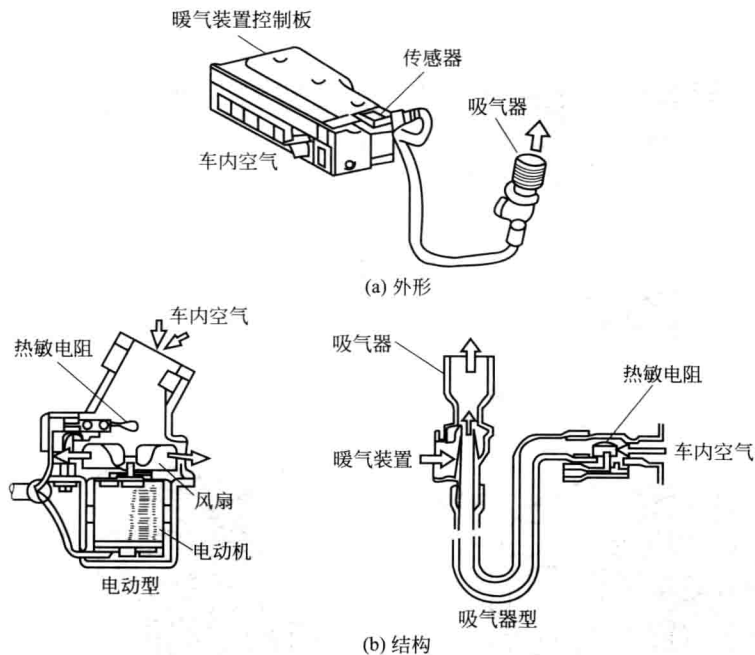

图 1-6 车内气温传感器
① 自动空调系统的功能 汽车自动空调系统不仅能按照乘员的需要送出温度和湿度最适宜的空气，而且可以根据需要自动调节风速、风量，还极大地简化了乘员的操作工作。汽车自动空调系统一般具有下列几种功能。
② 自动空调系统常用传感器 自动空调系统一般由制冷、暖风、送风、操纵控制等系统组成。电子控制系统主要由传感器、执行元件（执行器）和空调电控单元（ECU）三部分构成。应用在自动空调系统的传感器主要有以下几种。
a. 车内气温传感器（又称车内温度传感器、室温传感器） 车内气温传感器吸入车内空气，以确保乘客室的平均气温。以前多采用电动型车内气温传感器（采用电动机吸入空气），现在则普遍采用气流通过暖气装置的吸气器型，如图 1-6 所示。